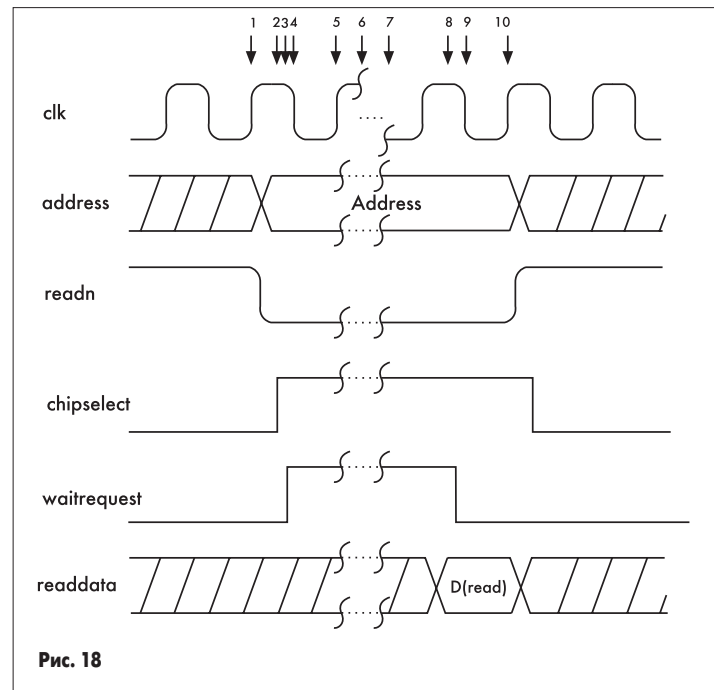

Рис. 18
* Пример показывает чтение данных от синхронного периферийного устройства (см. рис. 18).
4) Периферийное устройство устанавливает сигнал waitrequest (1).